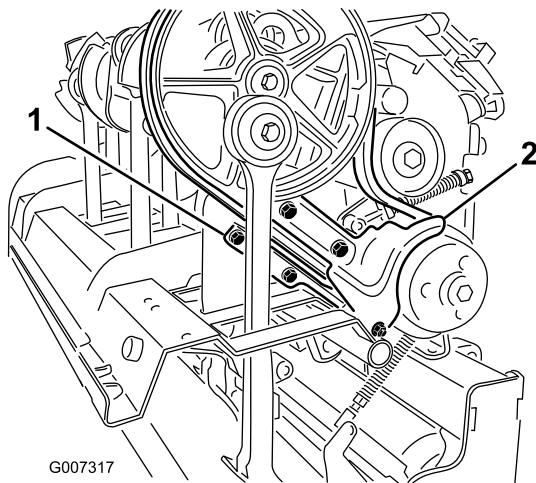

Figura 32
3. Togliete i dispositivi di fissaggio che assicurano la protezione antisporcio e il carter cinghia inferiore (Figura 32). Togliete la protezione antisporcio e il carter cinghia inferiore.